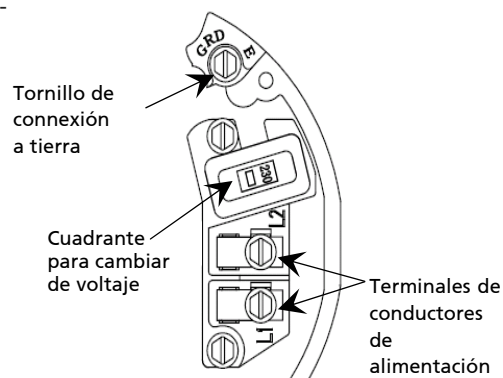

Figura 4B- Voltaje Establecido en 230Voltios, Con Cuadrante
Su motor caja de bornes (ubicado bajo la cubierta del motor) debe ser similar a la de la Figura 4B.
2. Seleccione la posición de mando para recibir la posición 115V o ABAJO para 230V, hasta 115 o 230 se muestra en la ventana de línea (véase la Figura 4B).